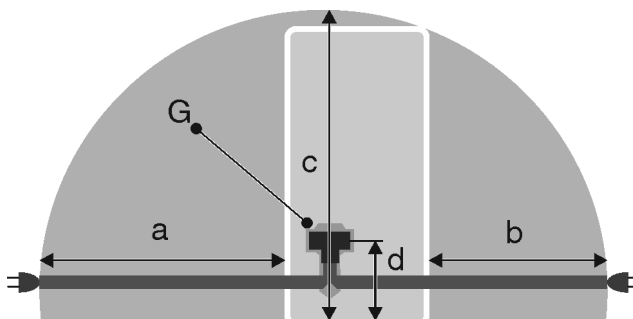

Fig. 25
- Priza se află în afara zonei părții posterioare a aparatului în zona dată Fig. 25 (a, b, c).
- ▶ Cuplați fișa aparatului Fig. 25 (G) pe partea posterioară a aparatului. Acordați atenție fixării corecte în poziție.